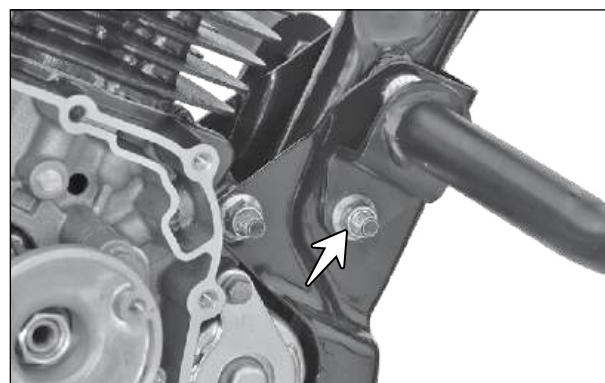

Fig. 3.106
- Remova o parafuso M8x75 (seta) de fixação do suporte do motor. (Fig. 3.106)